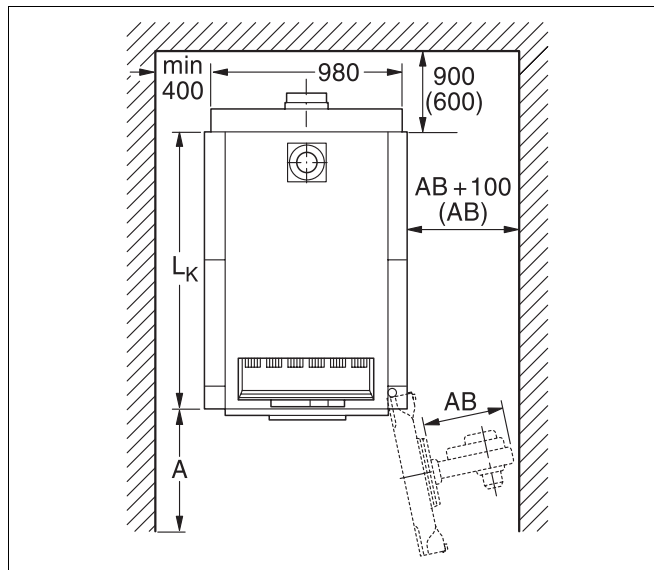

Bild 6 Aufstellraum mit Heizkessel (Maße in mm)
- Beachten Sie die empfohlenen Wandabstände für das Aufschwenken der Brennergasse, für die Heizkesselmontage und für die Reinigung und Wartung (siehe Bild 6 und unten stehende Tabelle).
Bei Unterschreiten des empfohlenen Abstandes A (Bild 6) ist es nicht möglich, eine Reinigung mit dem angebotenen Reinigungsgeräte-Set durchzuführen. Alternativ empfehlen wir, kürzere (Länge ca. 1 m) montierbare Reinigungsgeräte einzusetzen oder eine Nassreinigung durchzuführen.
- Achten Sie beim Erstellen der Fundamente darauf, nach welcher Seite der Brenner ausschwenkt (Links–Rechts–Anschlag der Brennertür, Bild 6, Seite 14).